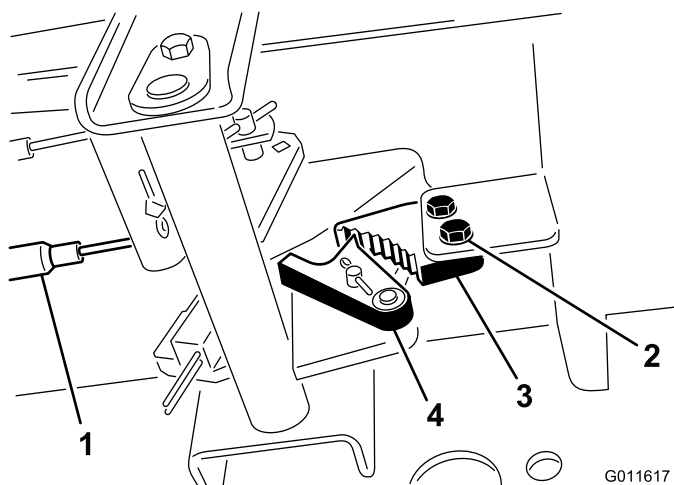

Bild 65
1. Lösen Sie die zwei Schrauben, mit denen die Sperre der Feststellbremse am Rahmen befestigt ist (**Bild 65**).
2. Drücken Sie das Pedal der Feststellbremse nach vorne, bis die Bremsenarretierung ganz an der Bremssperre greift (**Bild 65**).